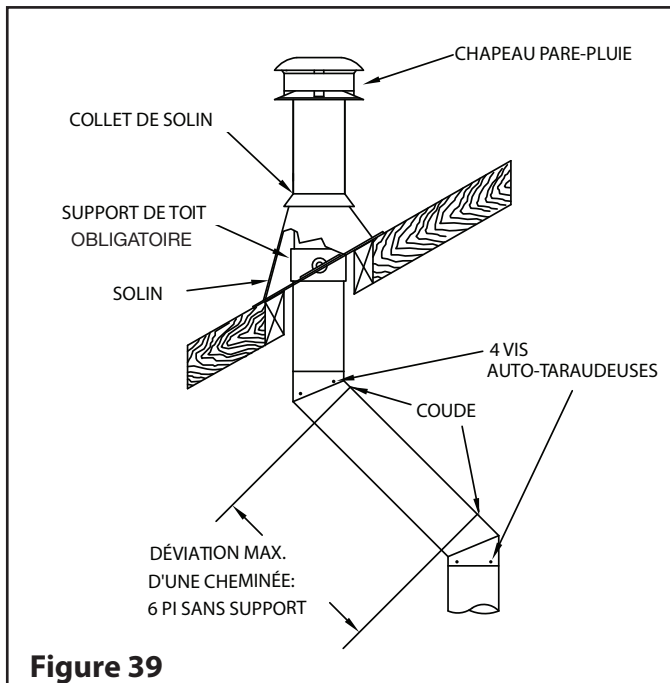

Figure 39
La longueur maximale d'une cheminée déviée non supportée est de 6 pi. Si la déviation de la cheminée est plus longue que 6 pi, elle doit alors être supportée aux intervalles de 6 pi à l'aide d'un support mural (SO-2) ou Support de Toit (ST). (Voir Figure 39).